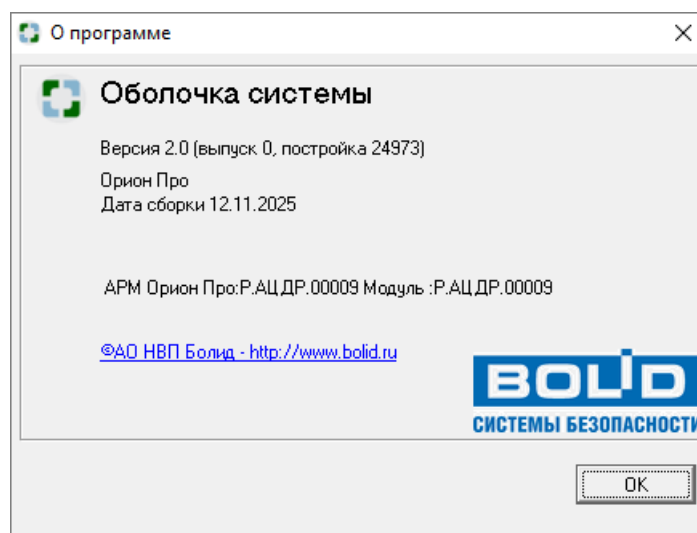

Рисунок 5-5 Информационное окно "О программе"
- **О программе** – вызов информационного окна «О программе» (см. Рисунок 5-5), где содержится информация о программном модуле «Оболочка системы» (о версии, сборке и т.п.)
О программе	Кнопка вызова информационного окна «О программе» (см. Рисунок 5-5). В режиме редактирования окна «Основные настройки и параметры» кнопка недоступна